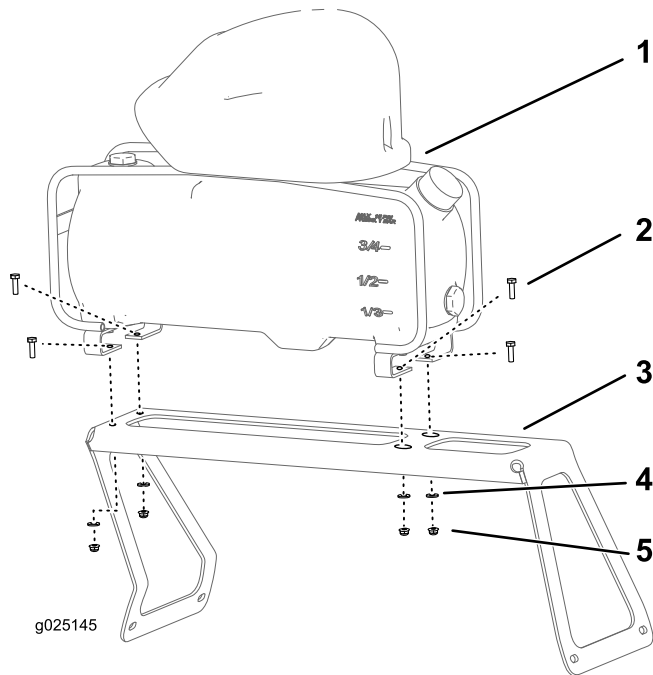

Figure 3
- Alignez le réservoir du traceur à mousse et le compresseur sur le support, comme montré à la Figure 3.
- Fixez Le réservoir et le compresseur sur le support (Figure 3) au moyen de 4 boulons (1/4 x 7/8 po), 4 rondelles (1/4 po) et 4 contre-écrous à embase (1/4 po).